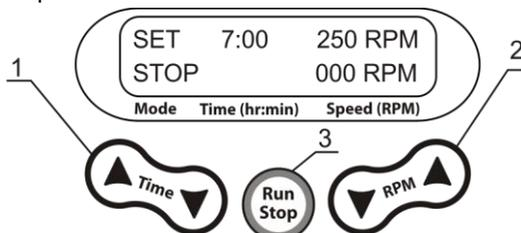

Fig.1. Panneau de configuration
- 4.3. Programmez la durée d'utilisation requise en heures et en minutes (l'intervalle d'incrémentatation est d'1 minute) en utilisant les touches **▼ Time ▲** et (Fig. 1/1). Appuyez sur la touche pendant plus de 2 secondes pour augmenter l'incrémentatation.
- 4.4. Réglez la vitesse d'agitation requise (l'intervalle d'incrémentatation est de 10 tpm) en utilisant les touches **▼RPM ▲** et (Fig. 1/2). Appuyez sur la touche pendant plus de 2 secondes pour augmenter l'incrémentatation. La vitesse programmée s'affiche dans la ligne supérieure de l'écran.
- 4.5. Appuyez sur la touche **Run Stop** (Fig. 1/3). La plate-forme commencera à effectuer des rotations (indication RUN) et l'indicateur du minuteur affichera le décompte de l'intervalle de temps dans la ligne inférieure de l'écran.